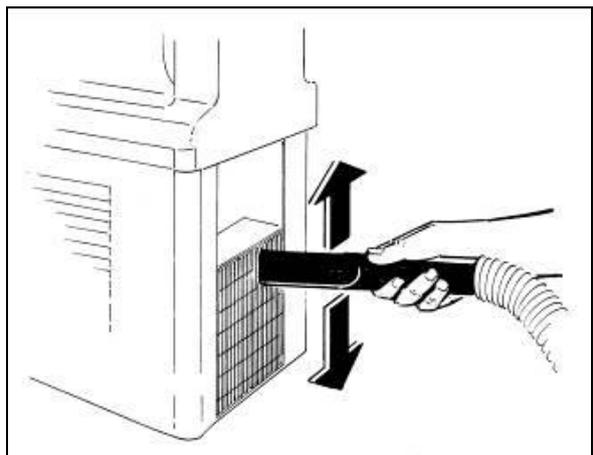

Fig. 47
- A l'aide d'un aspirateur retirer la poussière qui s'est infiltrée entre les lamelles du condensateur (fig.47).